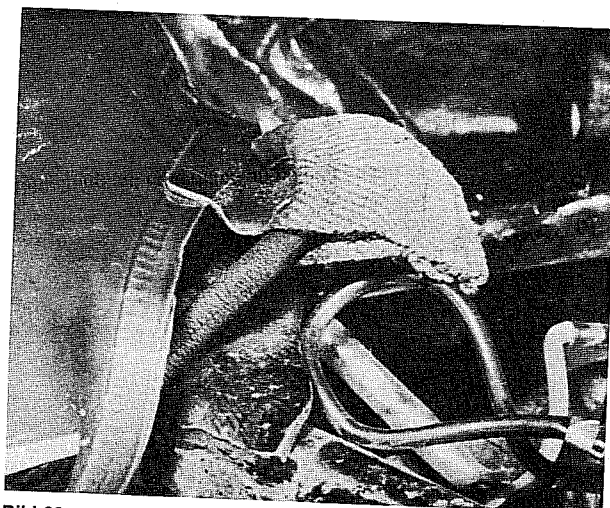

Bild 69
- Vor dem Ausbau des Kraftstofftanks ist die Leitung vom Vergaser am Kraftstoffhahn zu lösen, wozu man den kleinen Federklip zuerst entfernt. Ist der Tank nicht mehr als etwa halb voll und sind keine Arbeiten am Hahn vorgesehen, so kann der Kraftstoff im Tank bleiben. Zum Ausbau des Tanks Sitzbank hochklappen und Gummilasche am Tankende aushaken (Bild 69). Tank so weit wie möglich nach hinten schieben, so dass die vorderen Gummiteile aus ihren Halterungen herauskommen. Jetzt lässt sich der Tank nach vorn-oben abnehmen.